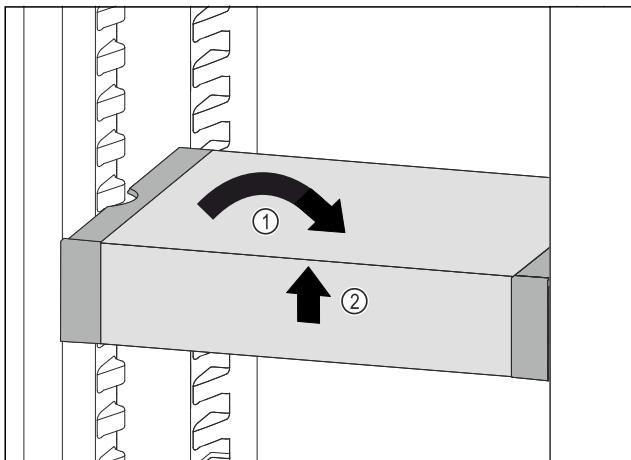

Fig. 103
- Predal VarioSafe postavite ravno. Fig. 103 (1)
- Predal VarioSafe dvignite spredaj. Fig. 103 (2)